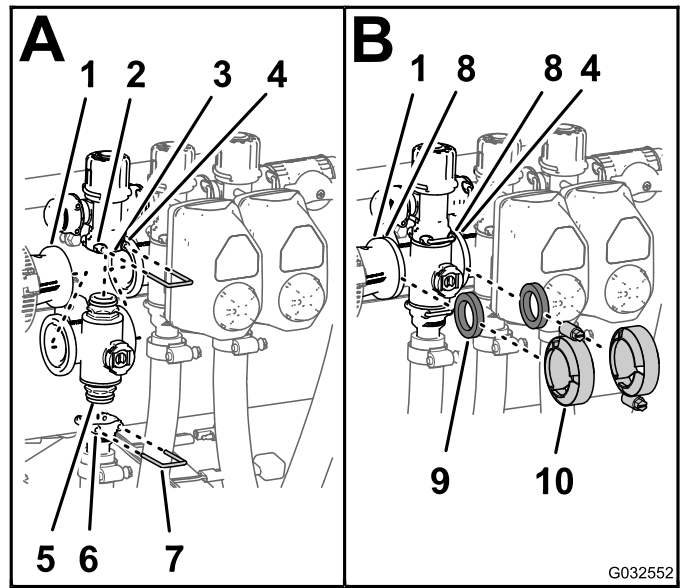

Figura 110
1. Inserte el conector de extremo superior de la válvula multivía en el acoplamiento de desvío (Figura 110, A).
2. Sujete el conector de extremo al acoplamiento de desvío insertando una horquilla de retención en el acoplamiento de desvío (Figura 110, A).
3. Monte el conector de salida en el conector de extremo inferior del distribuidor (Figura 110, A).
4. Sujete el conector de extremo al conector de salida insertando una horquilla de retención en el conector de salida (A de Figura 110).
5. Alinee una junta entre las bridas del racor reductor y el distribuidor de la válvula de sección (Figura 110, B).
6. Monte el racor reductor, la junta y el distribuidor de la válvula de sección con una abrazadera apretada a mano (Figura 110, B).
7. Para instalar las 2 válvulas de sección de la izquierda, alinee una junta entre las bridas de los distribuidores de las 2 válvulas de sección adyacentes (Figura 110, B).
8. Monte los distribuidores de las 2 válvulas de sección adyacentes y la junta con una abrazadera apretada solamente a mano (Figura 110, B).